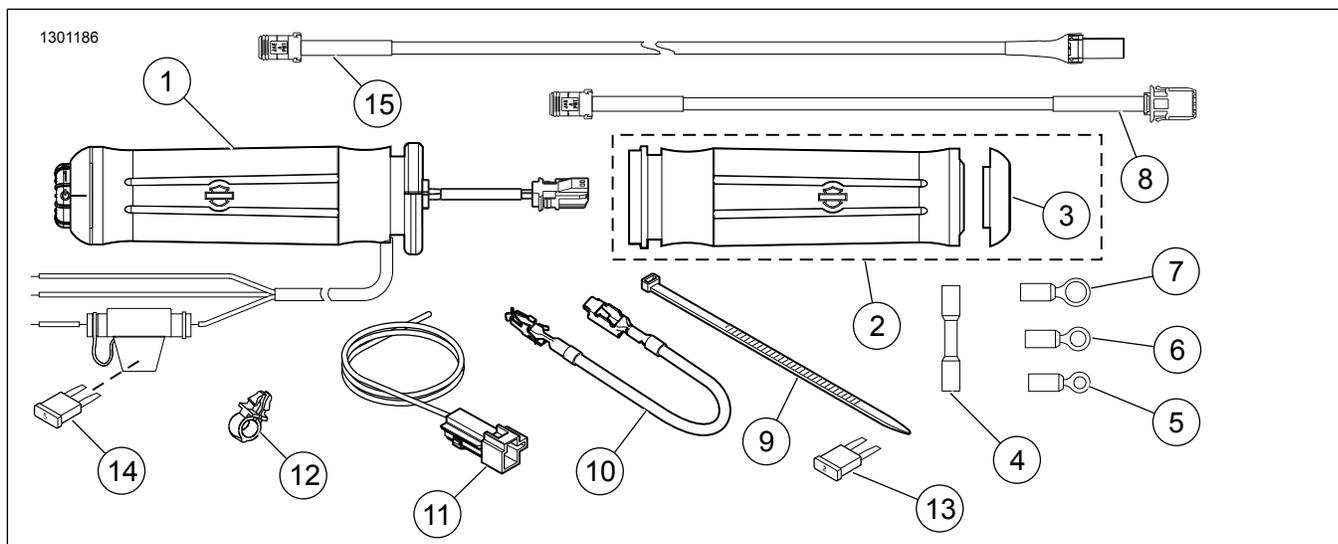

Figure 8. Pièces de rechange, kits de poignées chauffantes
2. Voir Figure 8 . Utiliser les serre-câbles (9) du kit pour attacher le câblage de poignée aux faisceaux de fils le long du cadre du véhicule. **Modèles à partir de 2014** : Continuer après l'étape 15.